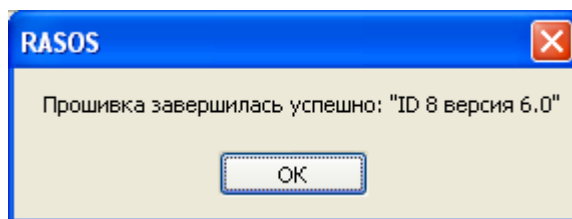

Рисунок 16 - Сообщение о завершении смены "прошивки"
10. По окончании записи выводится отчет о результатах смены «прошивки» (рисунок 16). При успешной записи прошивки в отчете выводится сообщение «Прошивка завершилась успешно».